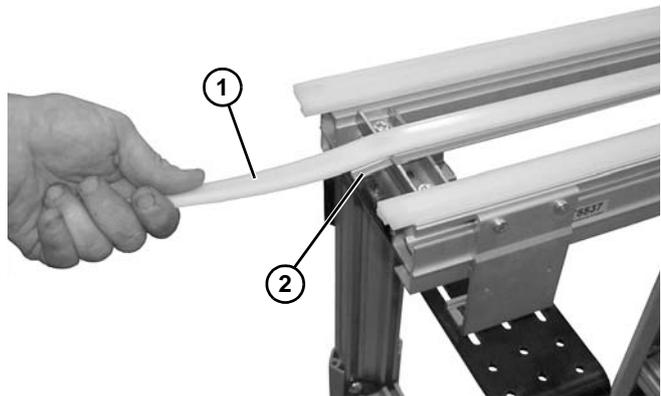

Abbildung 67
2. Mittelschiene (**Abbildung 67, Teil 1**) von Rahmenbaugruppe (**Abbildung 67, Teil 2**) schieben.